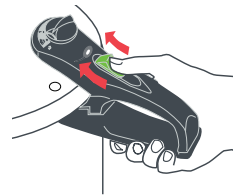

Fig.4
4. Après avoir expulsé la pression, une fois l'indicateur de pression redescendu, déplacez le bouton d'ouverture vers l'avant (Fig. 4). Tenez la poignée de l'autocuiseur avec la main gauche et avec la main droite, faites coulisser le couvercle vers la droite. Même si toute la pression s'est échappée, n'ouvrez jamais l'autocuiseur orienté vers vous, car il peut rester de la vapeur très chaude à l'intérieur. Pour écarter le risque de brûlures, attendez que les gouttes d'eau de condensation tombent du couvercle à l'autocuiseur.